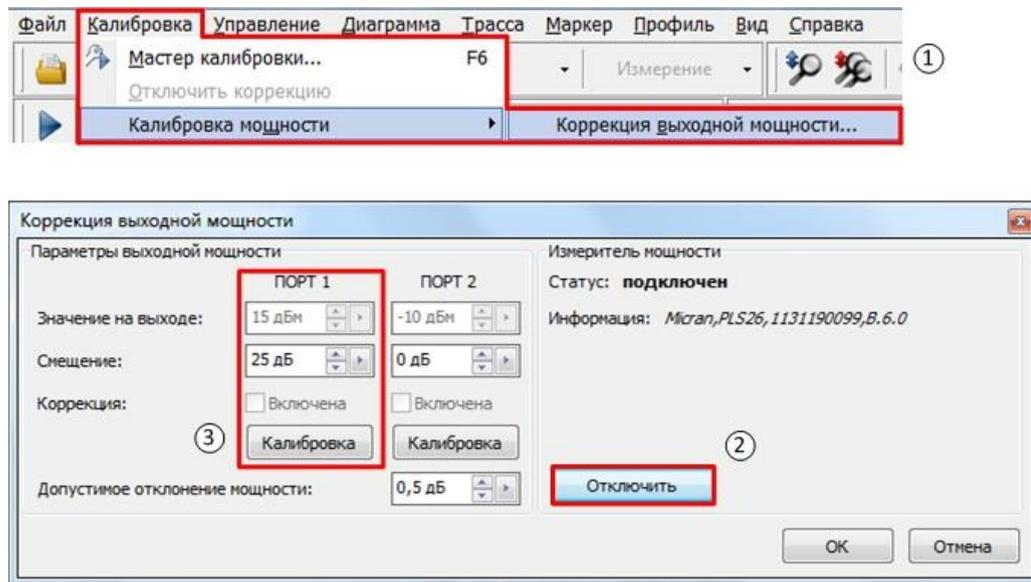

Рис. 7. Проведение калибровки выходной мощности ВАЦ
8. Выбрать в главном меню *Калибровка* -> *Калибровка мощности* -> *Коррекция выходной мощности*. В окне «Коррекция выходной мощности», в разделе «Измеритель мощности» нажать кнопку «Подключить». Выбрать необходимый измеритель мощности из списка. **Смещение задать равным КУ усилителя, используемого в схеме (в нашем примере 25 дБ).** Если в схеме не используется усилитель **смещение задать равным нулю.** Нажать кнопку «Калибровка», дождаться окончания калибровки (рис. 7). После проведения калибровки выходная мощность ВАЦ будет скорректирована с учетом КУ используемого усилителя.